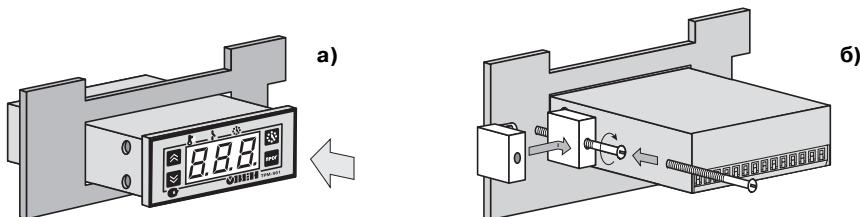

Рис. 3
- 5.1.2. Вставить прибор в отверстие лицевой панели щита, рис. 3, а.
- 5.1.3. Вставить фиксаторы из комплекта поставки в отверстия на боковых стенках прибора, рис. 3, б.